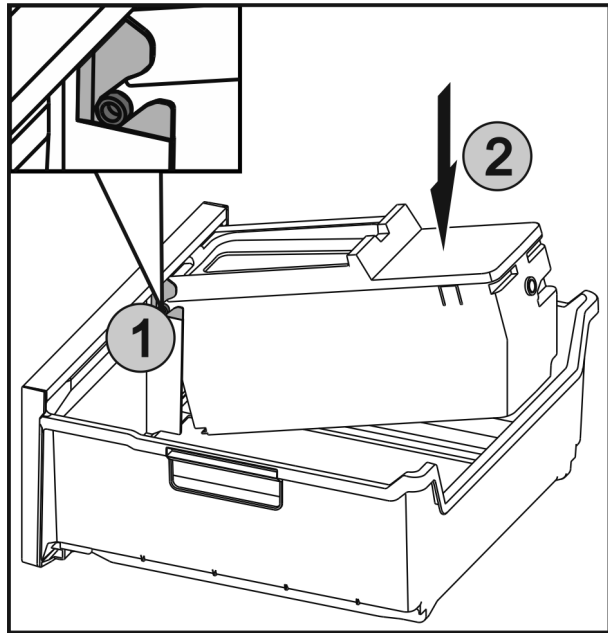

Fig. 45
- ▶ Die Achsen Fig. 45 (1) an EasyTwist-Ice in die Führungen einschieben und die hintere Seite Fig. 45 (2) bis die Lasche einrastet drücken.